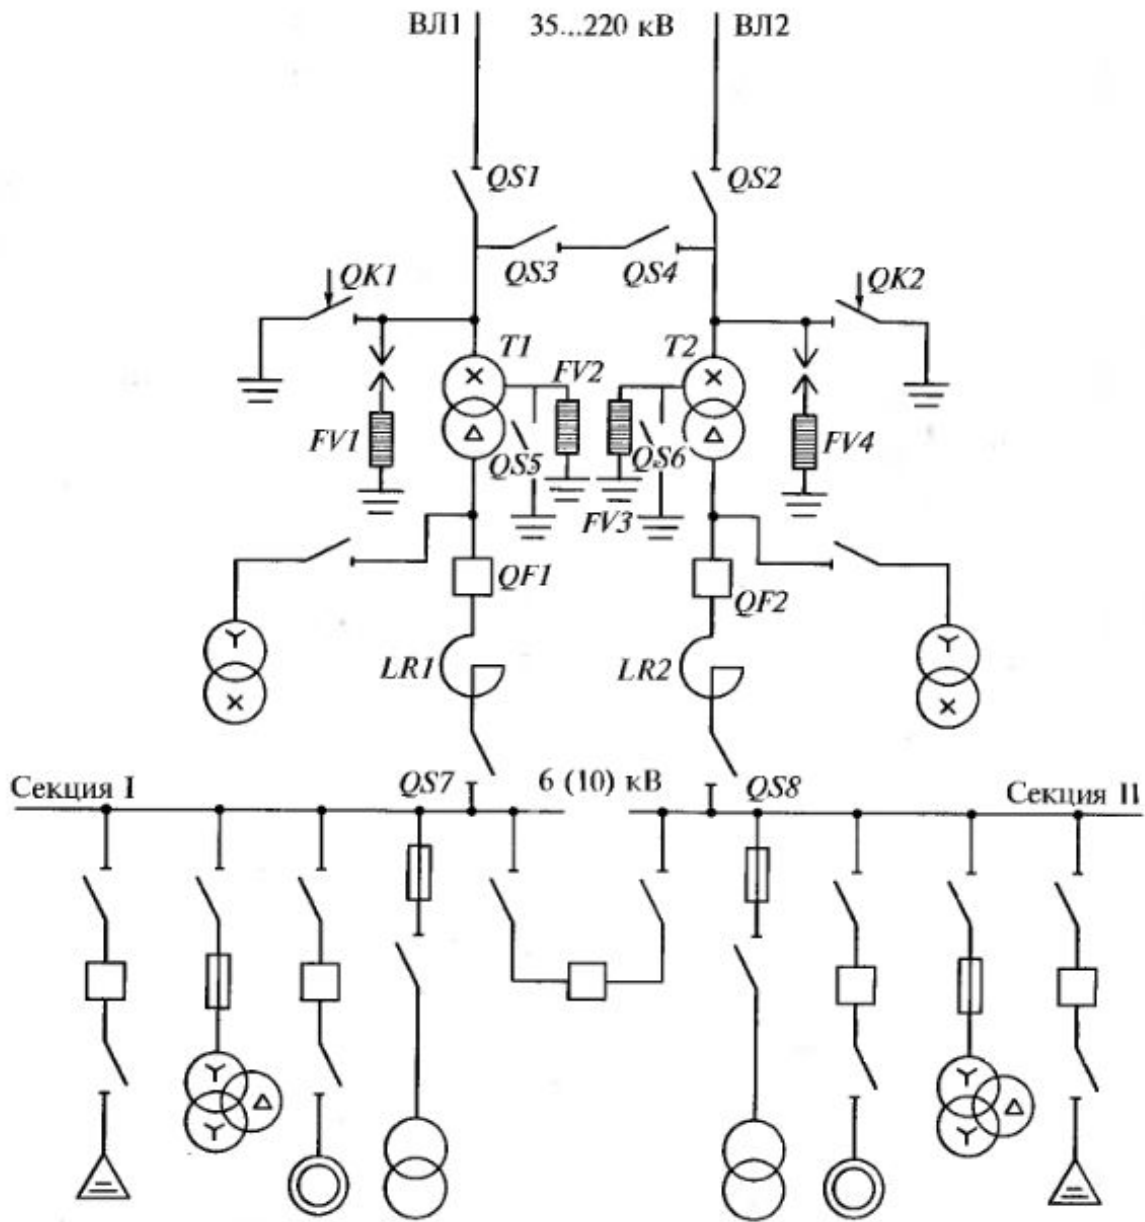

Рис. 9-8. Схема ГПП напряжением 35...220/6 (10) кВ с секционированной системой шин на стороне напряжения 6 (10) кВ
На рис. 9.8 приведена схема ГПП напряжением 35... 220/6 (10) кВ для предприятия средней мощности, получающего электроэнергию от энергосистемы по двум радиальным линиям ВЛ1 и ВЛ2.